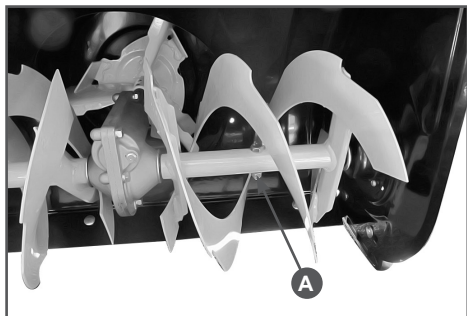

Рис. 9 Замена срезного пальца шнека (А)
2. Совместите отверстие в шнеке с отверстием в вале шнека. Вставьте новый срезной палец и закрутите гайку или (в зависимости от конструкции) установите шплинт Рис. 9.